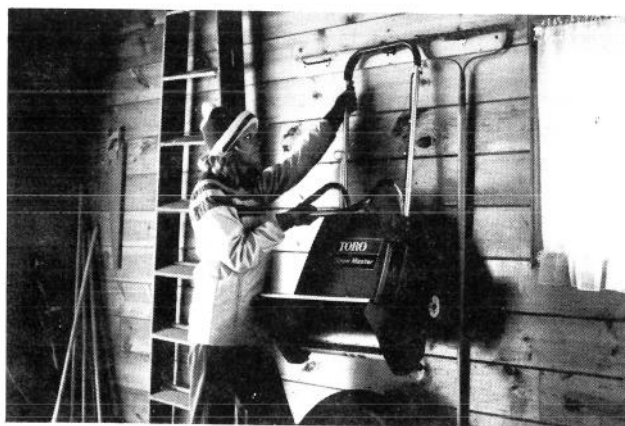

Figure 11
8. Remplacez les ailettes à la verticale pour l'entreposage de la déneigeuse. Suspendez la déneigeuse par le mancheron supérieur pour un rangement pratique (Figure 11).